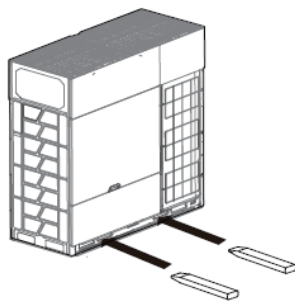

Figura 2.3
- Pentru a muta unitatea cu un stivuitor, introduceti furcile in deschizatura din partea de jos a unitatii, asa cum este indicat in Figura 2.3.